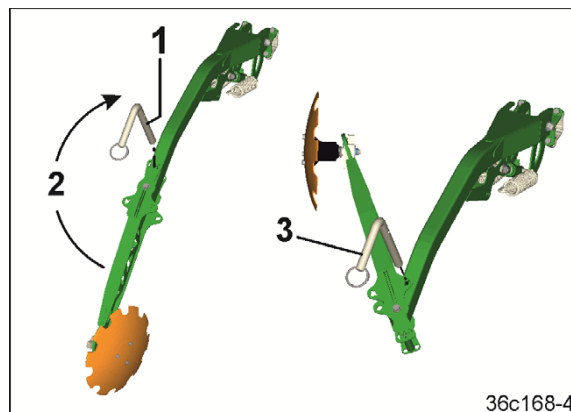

Рис. 188
5. Вытяните палец (Рис. 188/1) и переместите консоль (Рис. 188/2) с маркировочным диском в транспортировочное положение. В транспортировочном положении обе консоли должны складываться только в сторону середины агрегата и закрепляться с опорами маркировочных дисков.
6. Закрепите соединение пальцем (Рис. 188/3) и зафиксируйте палец, повернув его.
Складывайте обе консоли (Рис. 188/1) только в направлении середины агрегата.